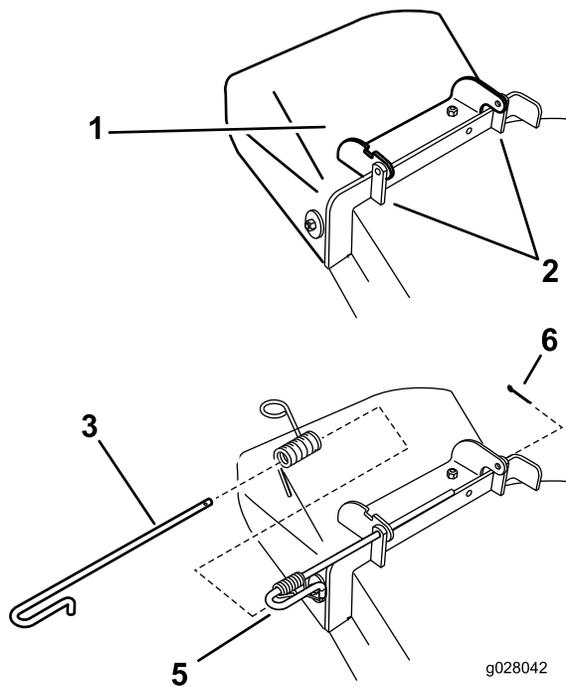

Figura 77
1. Retire la chaveta del extremo de la varilla (Figura 77).
2. Desenganche el muelle de la muesca del soporte del deflector, y retire la varilla de los soportes soldados de carcasa, el muelle y el deflector de descarga (Figura 77). Retire el deflector de descarga dañado o desgastado.
- Coloque el nuevo deflector de descarga con los extremos de los soportes entre los soportes soldados de la carcasa, según se muestra en la Figura 77.
- Instale la claveta en el extremo de la varilla (Figura 77).